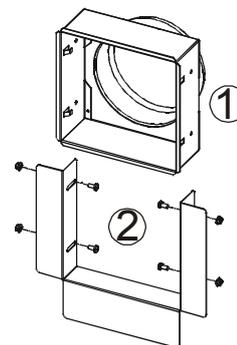

Рисунок 2– Установка комплекта
4. На внутренней стенке отверстия, в соответствии с расположением структуры вентиляционной решетки (1), закрепить комплект крепежных скоб (2), с помощью четырех прилагающихся винтов и гаек (рис.2).